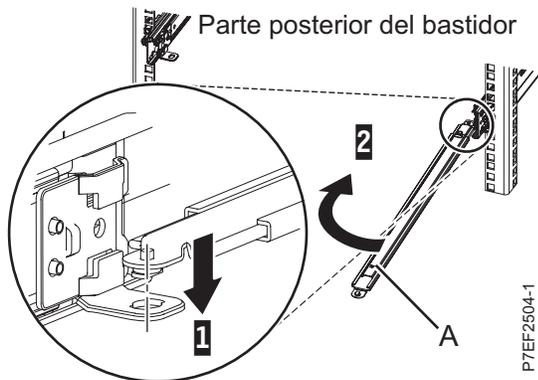

Figura 12. Conexión del brazo de soporte
1. El brazo portacables se debe instalar en el lado derecho del servidor, cuando la parte posterior del servidor está orientada hacia usted, como se muestra en la Figura 12 en la página 11. Conecte un extremo del brazo de soporte (**A**) en el riel deslizante derecho (**1**) de modo que pueda girar el otro extremo del brazo de soporte hacia el lado izquierdo del bastidor (**2**).